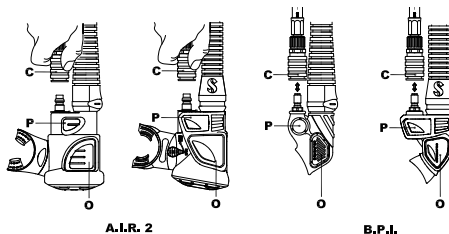

fig. 6
Cuplarea conexiunii de decuplare rapida (fig. 6 - C):
Pentru a umfla vesta apasati butonul de admisie a inflatorului (fig. 6-P). Aerul ar trebui sa intre in vesta. Pentru un control mai bun asupra umflarii vestei folositi jeturi scurte de aer prin apasarea si eliberarea butonului de admisie.
2. Continuati sa expirati in mustiuc apasand totodata butonul de evacuare al inflatorului (fig. 6 - O).